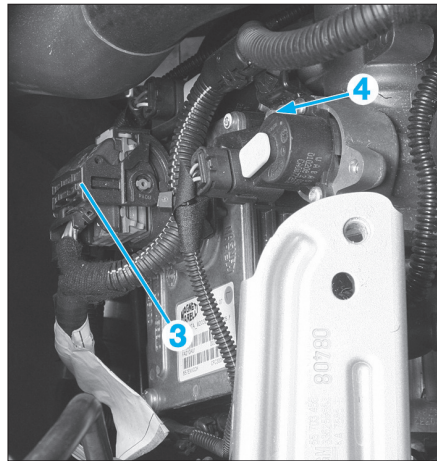

Fig. 7
- Déposer le réservoir de liquide du circuit hydraulique (huile CS-Speed) (2) (flèches) (vis de longueurs différentes).
- Débrancher le connecteur (3) (Fig.7).
- Déposer la vis (4) du support de faisceau électrique.